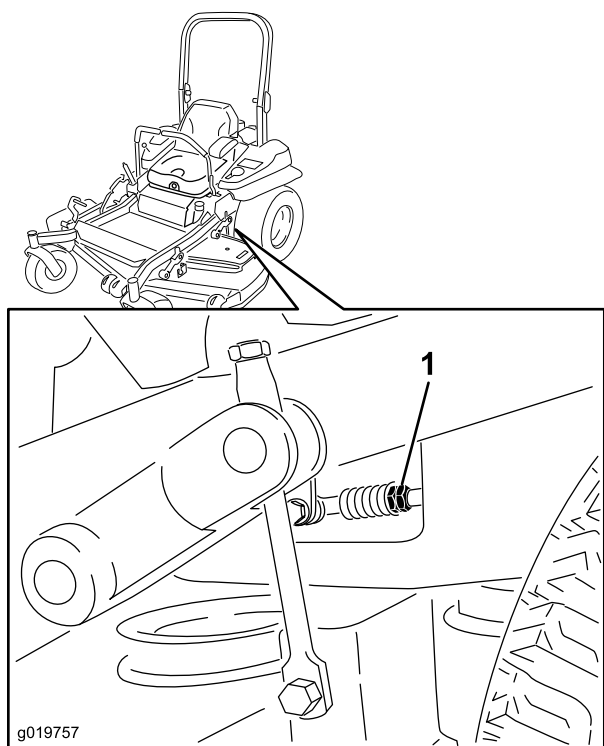

Bild 83
7. Stellen Sie die Fahrtriebshebel in die Neutralstellung. Stellen Sie die Länge der Pumpstange ein, indem Sie die Doppelmutter an der Stange so weit in die entsprechende Richtung drehen, bis sich das Rad leicht zurückdreht (Bild 83). Stellen Sie die Fahrtriebshebel in die Rückwärtsstellung und üben Sie etwas Druck auf den Hebel aus, damit die Federn die Hebel wieder in die Neutralstellung bringen. Das Rad darf sich nicht mehr drehen, kann sich aber leicht rückwärts drehen.